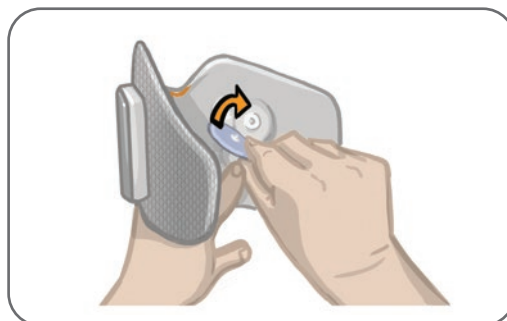

Ilustración 6-6: Sujeción de los Electrodo Round Cloth
5. Sujete los Electrodo Round Cloth a sus bases. Consulte la ilustración 6-6. En caso de ser un usuario habitual de la banda de la parte inferior de la pierna, asegúrese de que las cubiertas de broche de banda estén bien colocadas.